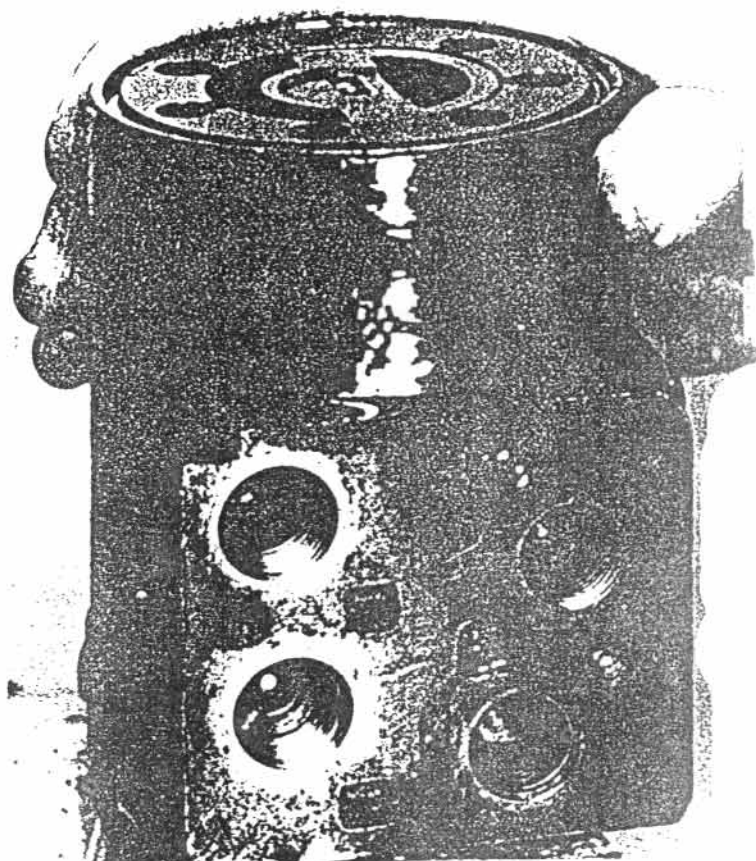

Рис. 8.9
- Снимаются крышка 2, кожух 37 с двумя "О" кольцами 39, упорная шайба 41, распределительный диск 40 (нужно отметить взаимное положение внутренней и внешней части), распределительная плита 3, статор 4 и ротор 36 (нужно отметить их взаимное положение; смещение не допускается), плита 5 и шарнирный вал 38. /См. рис. 8.9 до 8.12/.